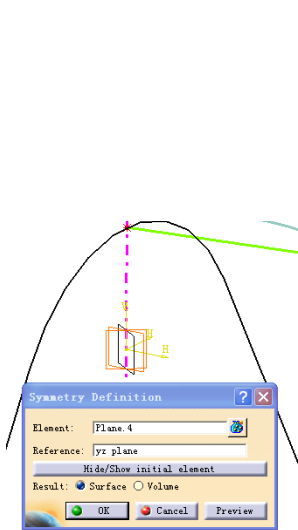

图 4-420
② 单击“对称”图标，在弹出的如图 4-420 所示对话框的 Element 文本框中输入 Plane.4，选择 xz plane 作为参考平面，单击 OK 按钮完成对称平面 Symmetry.2 的建立。